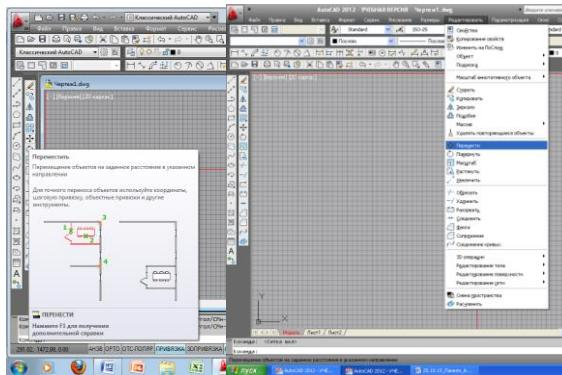

Рисунок 5.14 - Команда «Перенести»
-щелчком мыши по кнопке  на панели инструментов «Редактирование», из строки меню «Редактировать» - «Перенести» (рисунок 5.14).